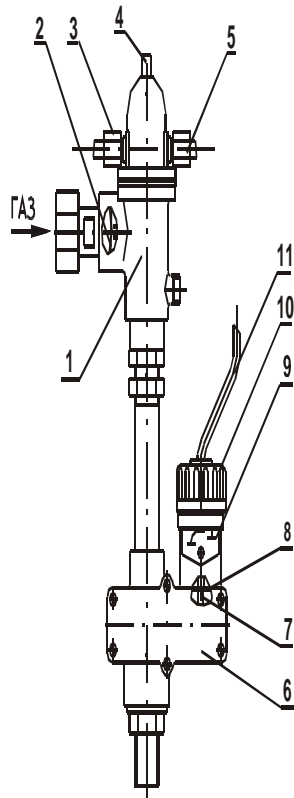

Рис. 2 Автоматика котла.
4.2. Клапан газовый магнитный 1 (Рис.2) представляет собой электромеханическое устройство. Состоит из корпуса, внутри которого находится клапан, коробки магнитной, и служит для подачи газа к запальнику и горелке и автоматического отключения подачи газа при:
4.4. Терморегулятор 6 (Рис.2) предназначен для регулирования температуры воды в баке и состоит из узла “сильфон - термобаллон”, установленного внутри бака котла, системы рычагов и клапана, расположенных в корпусе терморегулятора.
На корпусе закреплена шкала настройки и гайка регулировочная 10 (Рис.2), вращая которую можно настраивать автоматику на температуру от 50 °С до 90 °С. Эта перемена температуры вызывается перемещением сильфона вместе со штоком 7 вверх (вниз) при вращении гайки регулировочной.
- нажимать кнопку пусковую 4 (Рис.2) и вращать гайку регулировочную терморегулятора 10 (Рис.2) без надобности;
5.5. Во избежание разрушения пайки контактов терморпары, электромагнита и провода датчика тяги не затягивайте сильно накидные гайки 3, 5 (Рис.2) при наворачивании их на штуцера электромагнита.
6.14. Установите гайку регулировочную 10 (Рис.2) на необходимую температуру воды в котле см. п.7.3.6.